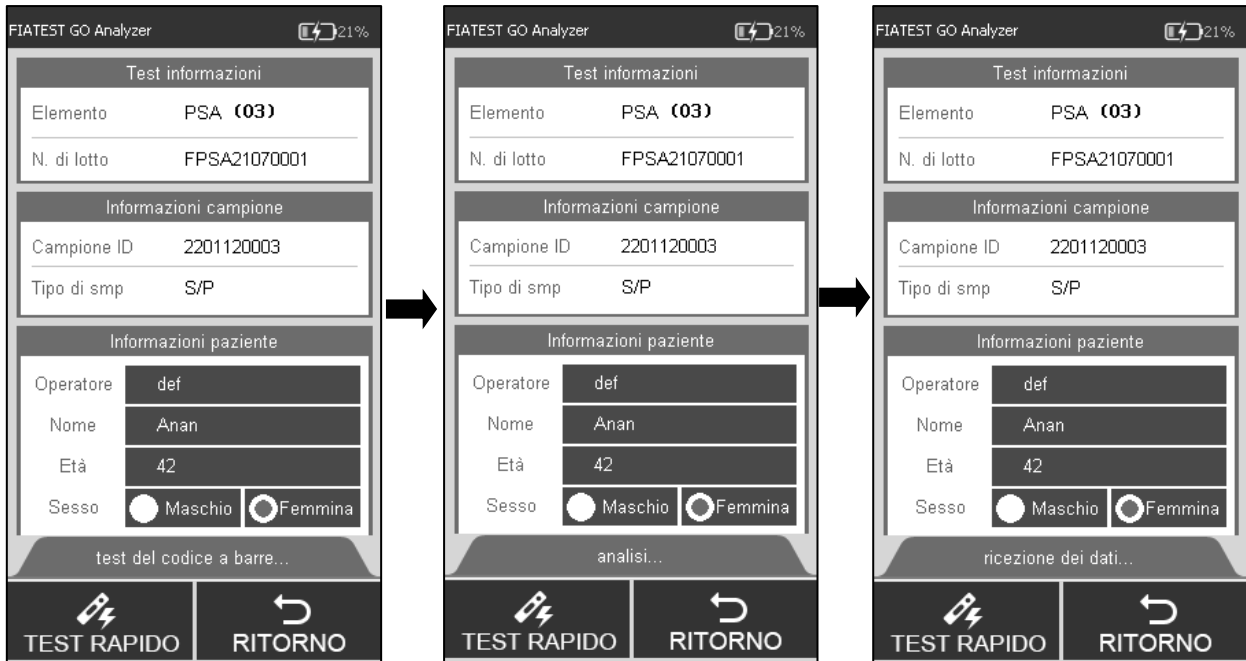

Fig 33
**Passo 7:** Inserire la cassetta del test (dopo l'incubazione) nella fessura e cliccare su “**TEST RAPIDO**” o premere il tasto home. (Rif Fig 33)